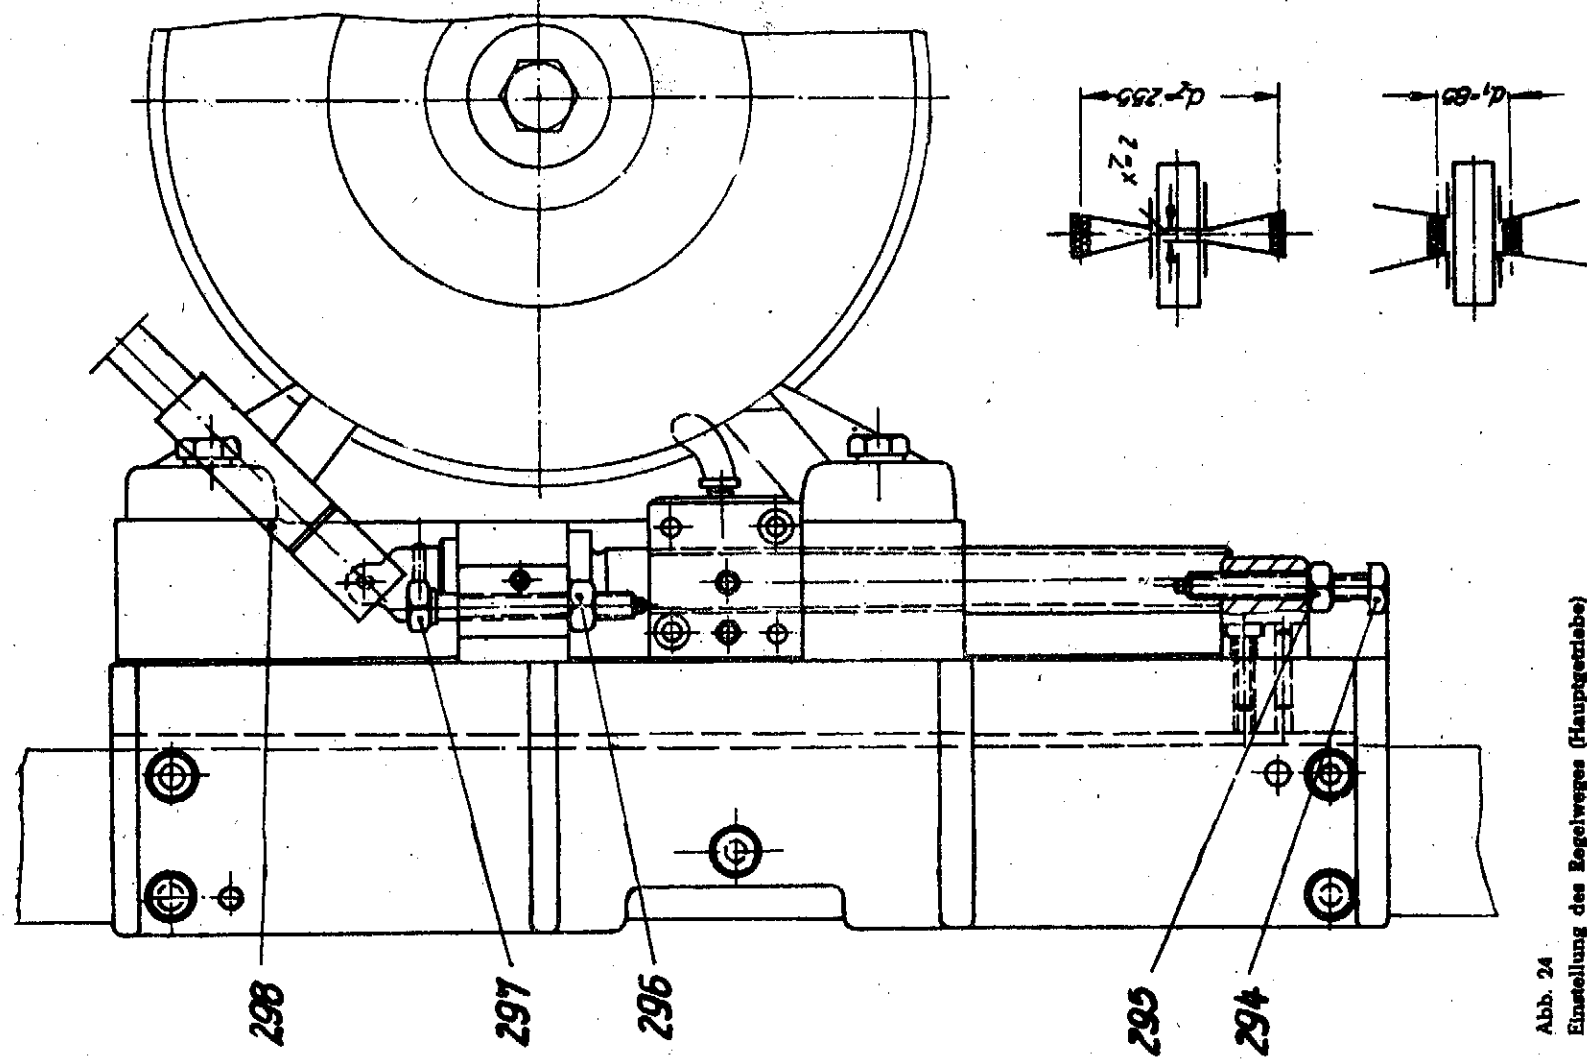

Abb. 24
### 2.7.1.1 Einstellung des Regelweges beim Hauptantrieb (siehe Abb. 24)
3. Sechskantschraube 294 so einstellen, daß das Kleinmaß  $d_1 = 85$  mm (s. Abb. 24) erreicht wird.
### Erläuterung der auf Abb. 24 verwendeten Ziffern